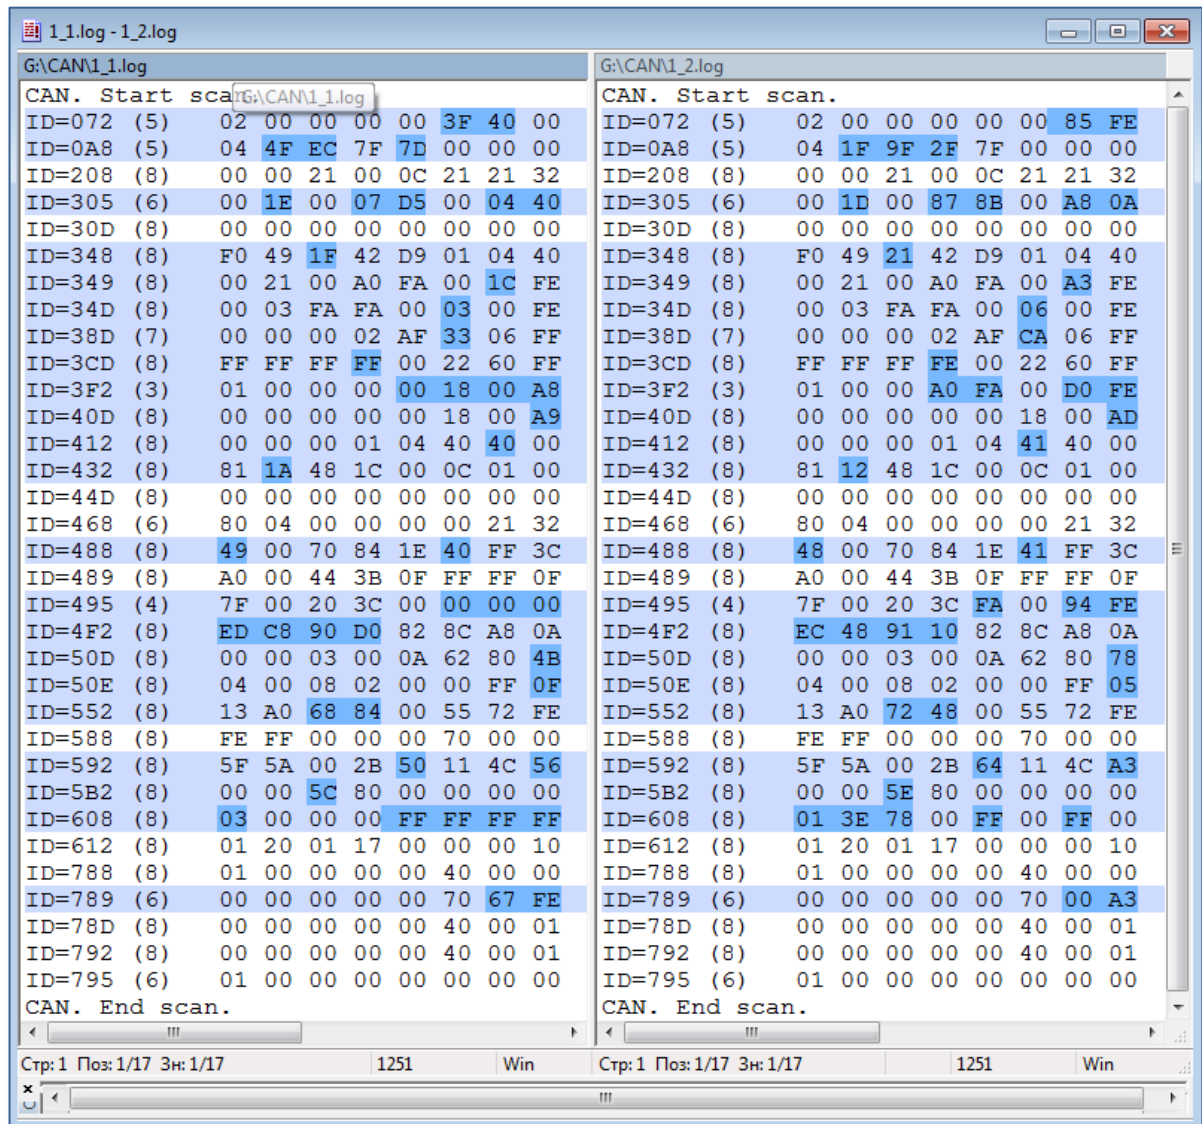

Рисунок 4. Сравнение пары начальных файлов до заливки топлива
1. сравните между собой пару Начальных файлов и найдите идентификаторы, не изменяющиеся по времени (Рис.4);